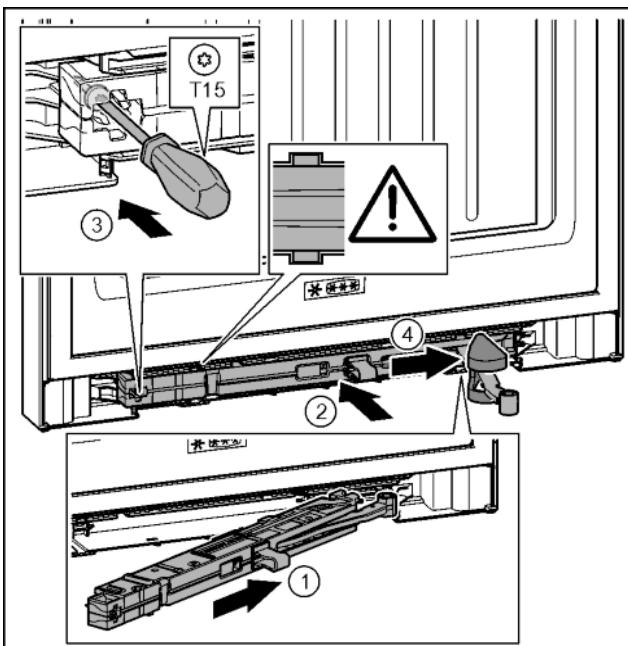

Fig. 42
- Під нахилом просуньте демпферний вузол з боку опорного кронштейна в отвір до упору. Fig. 42 (1)
- Повністю вставте демпферний вузол в отвір. Fig. 42 (2)
- Закрутіть гвинт за допомогою викрутки T15. Fig. 42 (3)
- Просуньте кришку через шарнір. Fig. 42 (4)